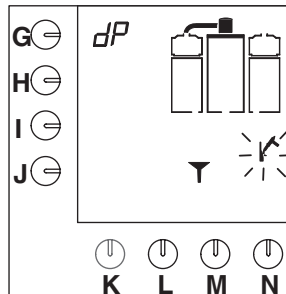

Abb. 19 Kaffeebrühsystem benötigt die Entkalkerlösung
- Es ertönt ein akustisches Signal, das Hammersymbol blinkt und es erscheint ein Trichter im Display (Abb.19).